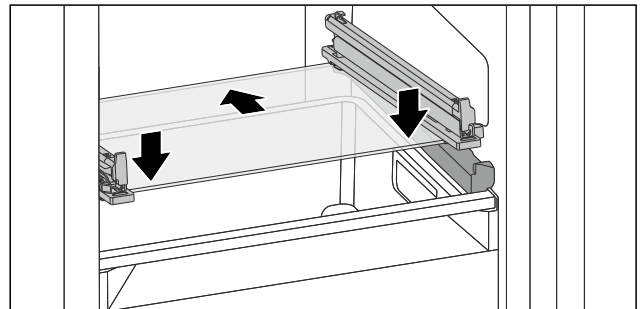

Fig. 105 Glasplatte des abklippbaren Schubfachs
- Glasplatte schräg hinter den Stoppern aufsetzen. (siehe Fig. 105)